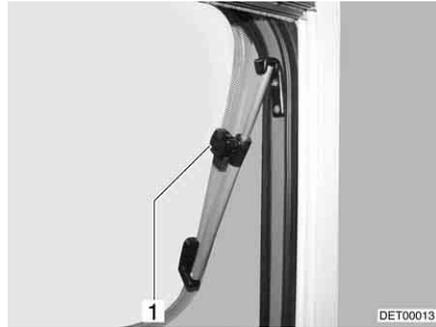

Bild 70 Ausstellfenster mit Dreh-Aussteller
- Das Ausstellfenster bis zur gewünschten Stellung öffnen und mit Rändelknopf (Bild 70,1) feststellen.
- Rändelknopf (Bild 70,1) drehen, bis die Arretierung freigegeben wird.